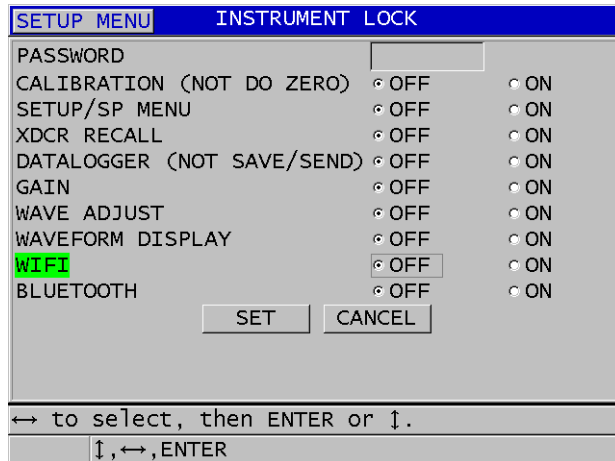

Figura 8-9 Tela INSTRUMENT LOCK (BLOQUEIO DO INSTRUMENTO)
3. Na tela **BLOQUEAR INSTR.** (veja Figura 8-9 na página 149):